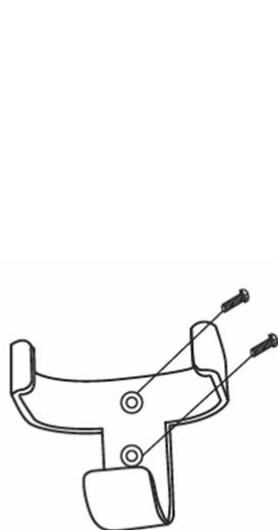

Abb. 11a
- Suchen Sie eine geeignete Wand, um dort die Wandhalterung der Fernbedienung mit 2 Schrauben anzubringen. (Abb. 11a).